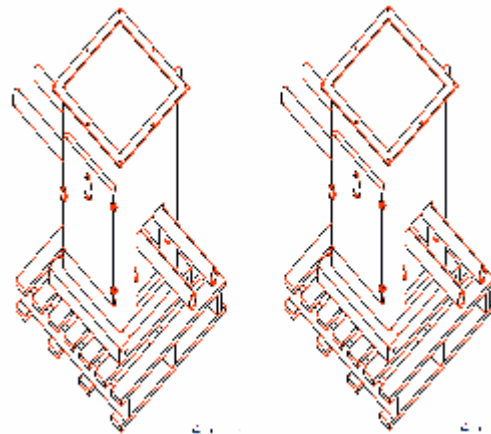

Abb. 16 Kesselunterbau
- Kesselunterteil mit einer geeigneten Transport- bzw. Hebeeinrichtung (z. B. 2 Rohre 1½“) von Palette heben und in Aufstellraum einbringen (**Achtung: Gewicht ca. 160 kg**). (Abb.16)